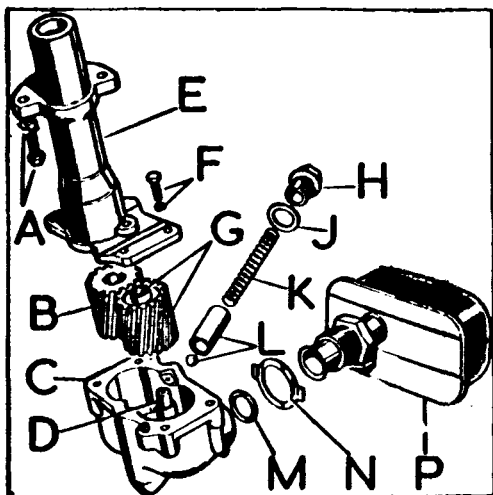

Fig. A1-90 Bomba de aceite desmontada
- 2.1. Soltar la tuerca de unión y separar el filtro, P (Fig. A1-90) de la bomba.
3.1. Colocar los piñones, B, y G, en el cuerpo, C, de la bomba (Fig. A1-90) con la superficie lisa del agujero del piñón, B, hacia la parte superior.